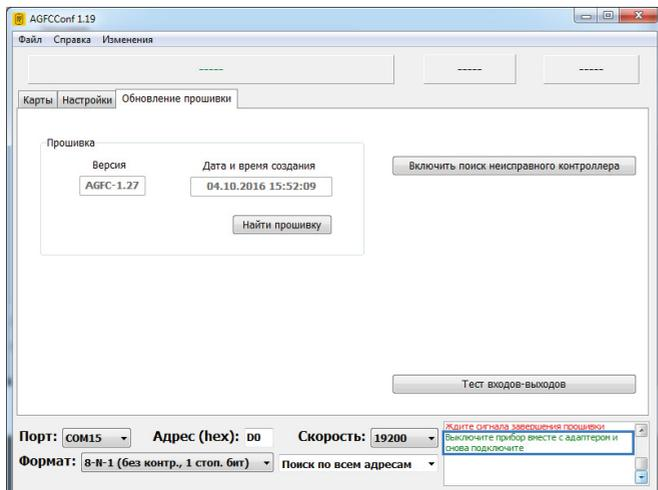

Рис.26. Завершение загрузки прошивки.
7. После окончания загрузки прошивки в контроллер нужно отключить контроллер «AGFC» вместе с программатором «TKLS-Prog-RS485» от компьютера, затем подключить снова (Рис.26).